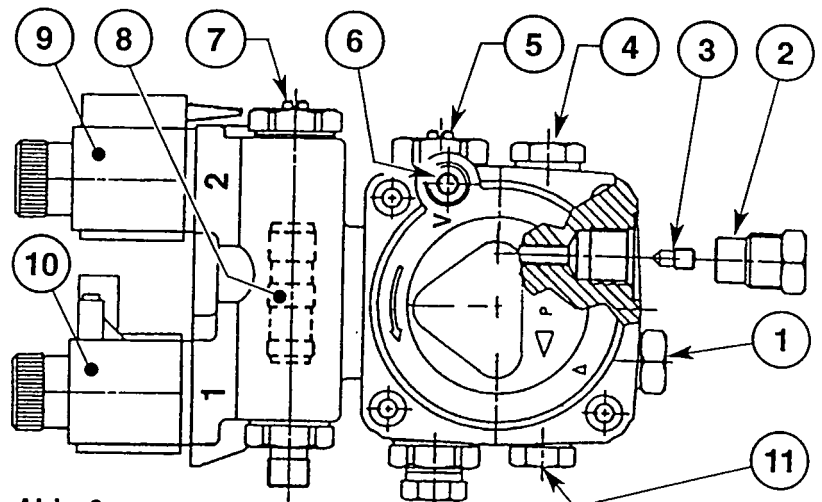

Abb. 6
■ Die Pumpe ist werksseitig für den Zweirohr-Betrieb eingerichtet. Wird ein Pumpen-Einrohrbetrieb für notwendig erachtet, so ist die Rücklauf-Schlauchleitungsmutter (2) zu lösen und die By-Pass Schraube (3) zu entfernen. Danach ist die Rücklauf-Schlauchleitungsmutter wieder anzuschließen. (Siehe Abb. 6)